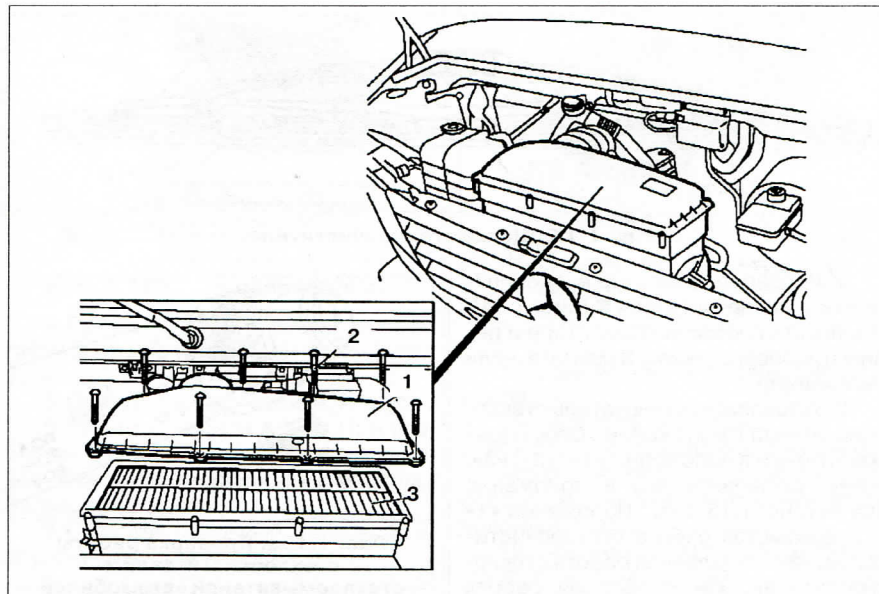

Рис. 1.10. Замена фильтрующего элемента воздушного фильтра:
1. Открутите болты **2** (рис. 1.10).